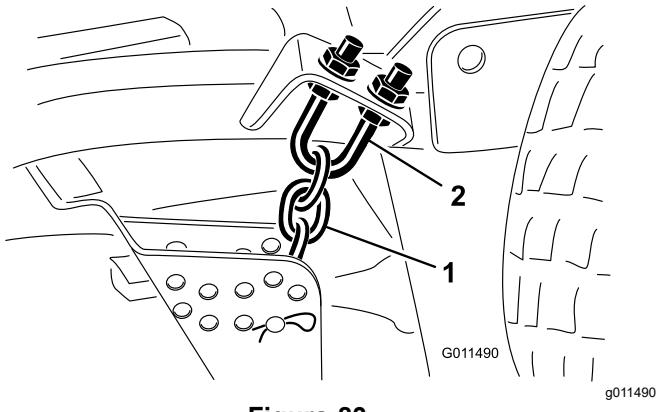

Figura 83
1. Afloje las contratuerca en la parte superior o inferior del perno en U de la cadena de altura de corte (Figura 83).